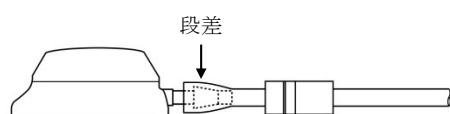

図 2
- 3)ステムの段差を越えた中央までカテーテルを真っ直ぐに進める (図 2)。滅菌ガーゼを使うと、カテーテルとステムの接続が容易となる。